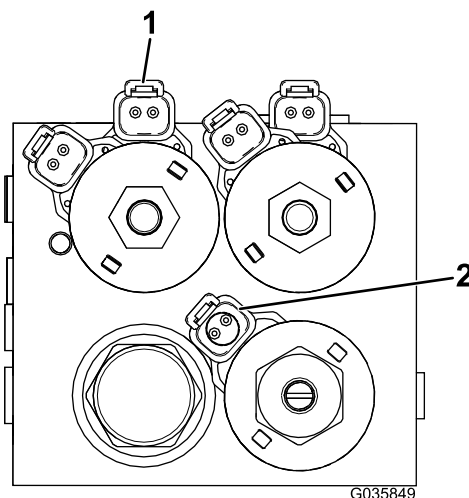

Figura 14
16. Localize as ligações do bloco hidráulico na cablagem e ligue-as nas localizações adequadas no bloco hidráulico; consulte Figura 14.